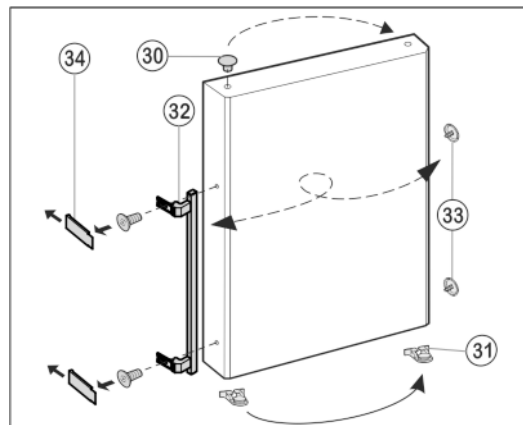

Fig. 11
- Stopfen Fig. 11 (30) aus der Tür Lagerbuchse herausheben und umsetzen.
- Türgriff Fig. 11 (32), Stopfen Fig. 11 (33) und Druckplatten\* Fig. 11 (34) abmontieren und auf die Gegenseite umsetzen.